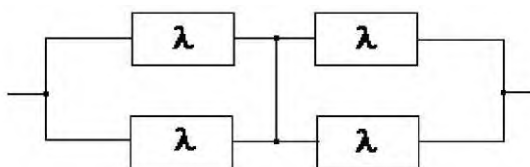

Рис. 4. Схема расчета надежности к задаче 5
5. Схема расчета надежности устройства приведена на рис. 4. Предполагается, что последствие отказов отсутствует и все элементы расчета равнонадежны. Интенсивность отказов элемента